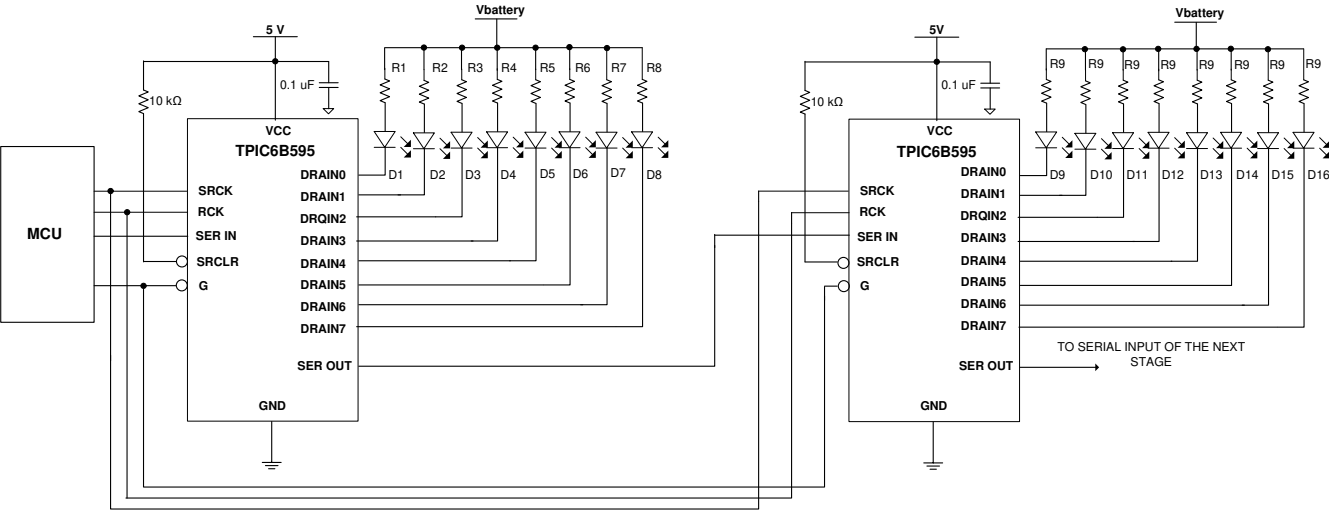

图 8-1. 典型应用原理图
TPIC6B595 器件的典型应用是汽车仪表组驱动器。在此示例中，两个 TPIC6B595 功率移位寄存器进行了级联，用于点亮仪表组面板中的 LED。在这种情况下，LED 必须在所有 16 位数据都加载到串行移位寄存器后更新。在为移位寄存器时钟 (SRCK) 计时的同时，MCU 将数据输出到串行输入 (SER IN)。在第 16 个时钟之后，一个到寄存器时钟 (RCK) 的脉冲将数据传输到存储寄存器。如果输出使能 (G) 为低电平，则根据状态字对应的位来点亮 LED，其中 1 表示对应的 LED 点亮，0 表示对应的 LED 熄灭。通过这种简单的方案，使用 SPI 接口的 MCU 只需两个 IC 即可点亮 16 个 LED，如图 8-1 所示。